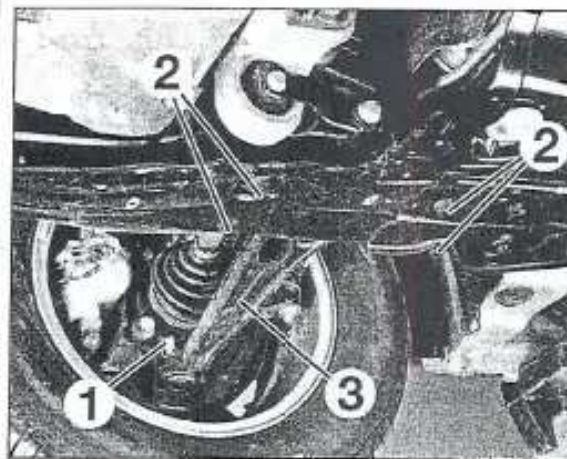

FIGURA 6-6
- Desmontar el perno de sujeción (1) del triángulo sobre la mangueta (figura 6-6).
- Desmontar los tornillos (2).
- Maniobrar el gato hidráulico hasta poder separar el triángulo (3).